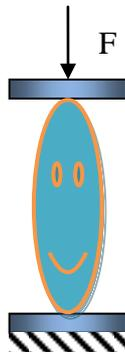

Fig. 1: Schema del componente con piastre da compressione
1. La forma del componente è illustrata schematicamente in Fig. 1. In particolare si tratta di un componente che deve essere caricato in compressione semplice. Le dimensioni sono le seguenti: la sezione trasversale (di forma arbitraria e non necessariamente uniforme) deve essere contenuta all'interno di una circonferenza di diametro 120 mm. L'altezza non può essere inferiore a 400 mm.